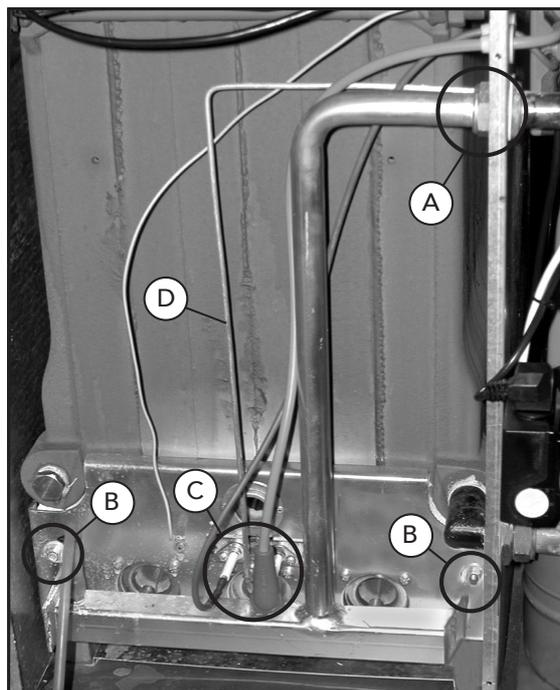

fig. 13
- Svitare i due dadi **B** che fissano la porta della camera di combustione agli elementi in ghisa della caldaia (fig. 13)